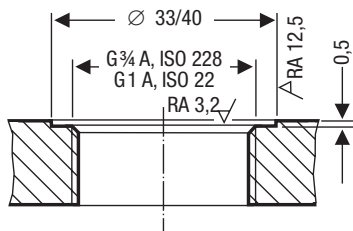

Fig. 13
- La superficie di tenuta sulla flangia deve essere lavorata in modo accurato come indicato in **Fig. 13.**
7. Controllare la superficie di tenuta. **Fig. 13**
8. Posizionare la guarnizione in dotazione ⑧ sulla sede della sonda o sulla flangia. **Fig. 13**
9. Applicare una piccola quantità di grasso a base di silicone (ad es. WINIX® 2150) sulla filettatura della sonda ⑩.